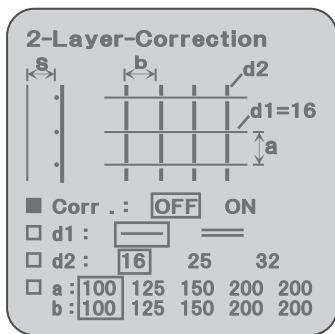

図13
7. 4. 2. 交差する鉄筋の補正の設定は、図10を表示させたあと、 2-Layer-Correctionにカーソルを合わせSTARTキーを押してください。図13が表示されます。